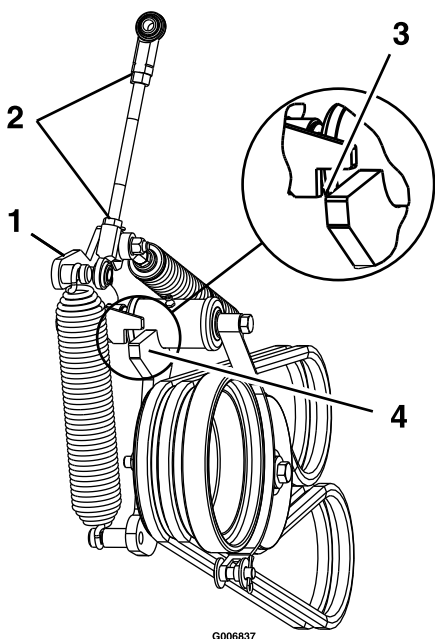

**Figura 60**
6. Slăbii dispozitivele de ghidare a curelei **A** i **B** (Figura 60).
8. Ghidai noile curele pe fullii aa cum este ilustrat în Figura 60.